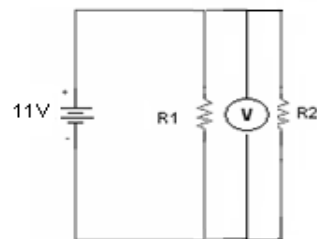
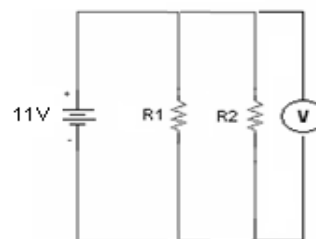

FIGURA 9a
FIGURA 9b
5. Arme el circuito de la figura 9 con la observación de que ahora R_1 y R_2 están en paralelo, luego mida la diferencia de potencial en R_1 y R_2 . Primero en R_1 , como se ilustra en la (figura 9a) y luego en R_2 como en la (figura 9b).